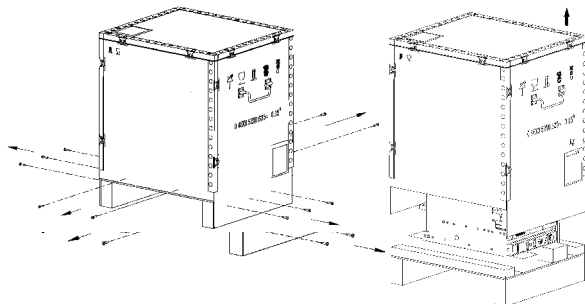

Рисунок 5.2
5.6.1 Открутить саморезы, расположенные внизу тары по периметру, снять фанерный короб (рисунок 5.2).